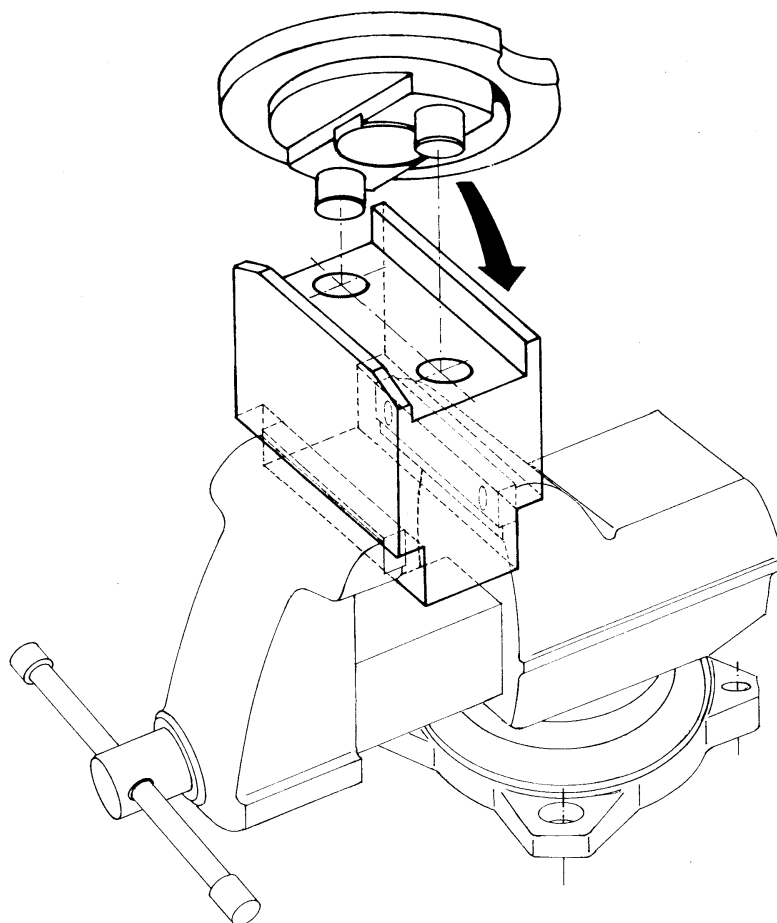

Figura D-12. Dispositivo de montaje
- Colocar el disco de levas (38) sobre el perno central (3).
- Colocar la arandela de deslizamiento (2).
- Aplicar RIVOLTA GWF al extremo roscado del perno (3) e introducir el perno en el agujero en el fondo del alojamiento (32.2).
- Sujetar el dispositivo de montaje (Figura D-12) en un tornillo de banco de tal manera que los agujeros queden orientados hacia arriba.